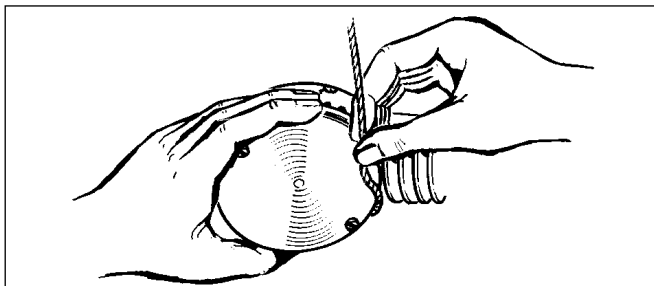
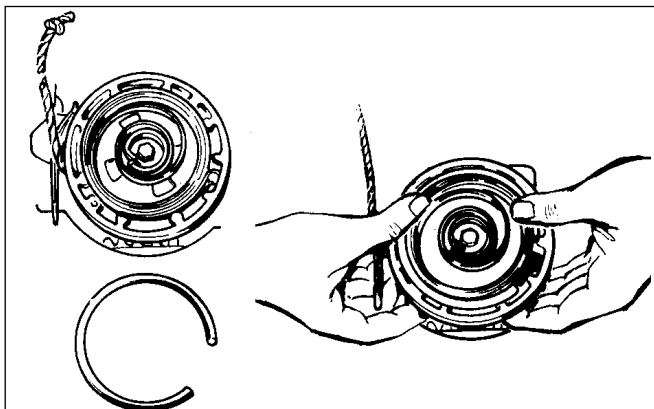

Abb. 10
Abb. 11
- Lösen Sie die Federspannung (5), indem Sie den Griff abbauen und die Seilklammer (16) vom Zugseil (12) entfernen (Abb. 10).
- Entfernen Sie die beiden Schrauben (1) und den Federdeckel (2). Die Feder (5) kann nun ersetzt werden, ohne den Starter noch weiter auseinanderbauen zu müssen.
- Entfernen Sie die alte Feder vorsichtig, setzen Sie die neue Feder komplett mit Federring ein und drücken Sie die Feder an ihren Platz im Gehäuse (Abb. 11).